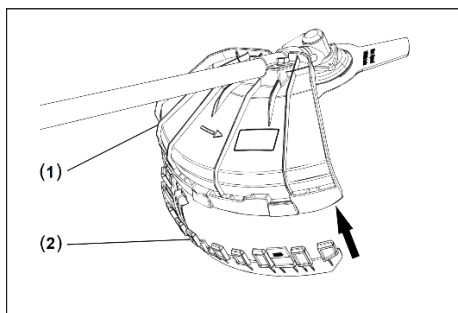

Рисунок 5. Схема встановлення захисного кожуха на «штангу».
2. Для роботи головкою з жилкою встановити на захисний кожух додатковий кожух з ножом обмеження довжини жилки та закріпити (рис. 5).